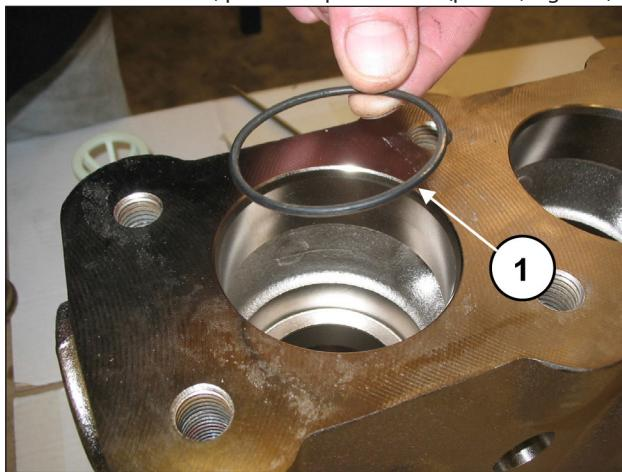

Fig. 112
Insira o anel circular, pos. de explosão nº. 6 (pos. ①, Fig. 112).